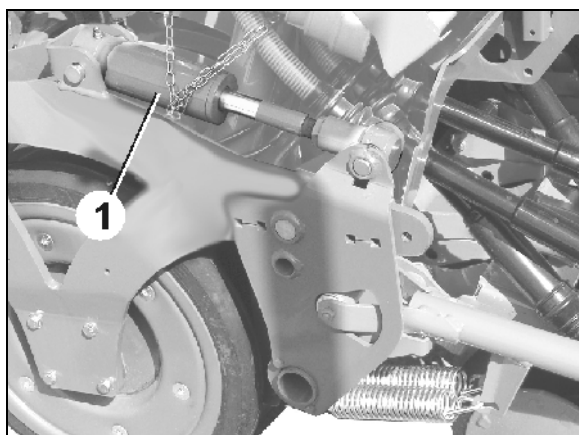

Fig. 55
- løfter du opp labbene ved å aktivere traktorstyreenheten 3. Labbene løftes av hydraulikksylindere (Fig. 55/1).